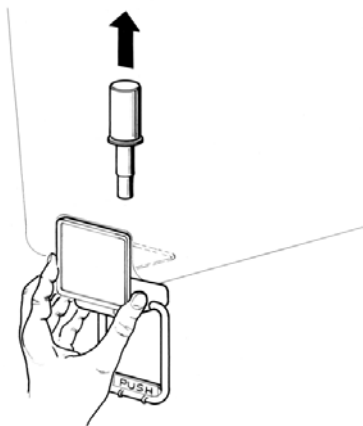

figura 2
- 5 **Grifo en acero inox por gravedad:** Sacar el pistón y desmontar la palanca mando grifo (ver figura 2).